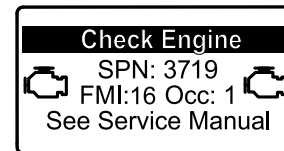

Bild 28
- Wenn eine geparkte Regenerierung erforderlich ist, wird im InfoCenter die Motorwarnung SPN 3719, FMI 16 (Bild 28) angezeigt, und der Computer verringert die Motorleistung auf 85 %.